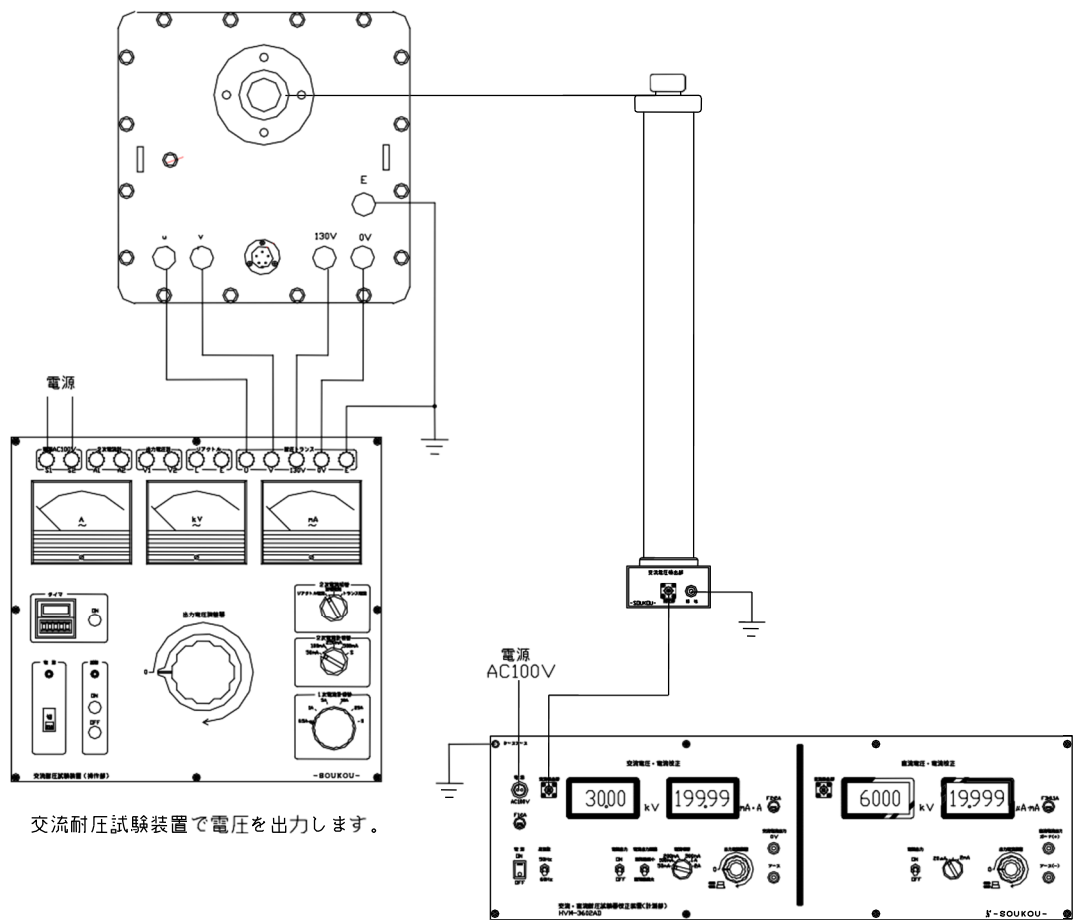

図1：交流電圧計の校正接続図
- 1) 図1：交流電圧計の校正接続図を参照し接続して下さい。